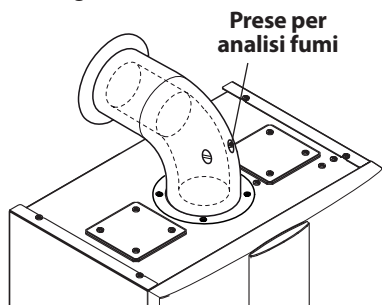

Figura 9.16
- Collegare un analizzatore fumi alle prese di analisi fumi poste sugli scarichi fumi della caldaia (Figura 9.16).
- Verificare la combustione della caldaia utilizzando le prese posizionate sui tubi fumo (Figura 9.16) e confrontare i dati misurati con i seguenti.